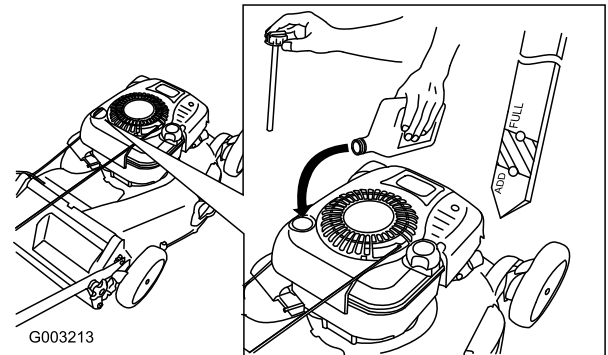

Figura 7
1. Retire la varilla (Figura 7).
2. Vierta **lentamente** aceite en el tubo de llenado hasta que el nivel llegue a la marca Full de la varilla (Figura 7). **No llene demasiado.** (Capacidad máxima: 0,77 l (26 onzas), tipo: SAE 30W, aceite detergente con clasificación de servicio API SF, SG, SH, SJ, SL o superior.)